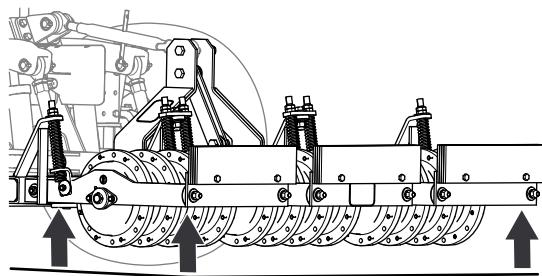

Figure 19
7. Réglez les bras de l'attelage 3 points au même niveau que l'aérateur, transversalement et longitudinalement (Figure 19); voir le manuel de l'utilisateur du groupe de déplacement.